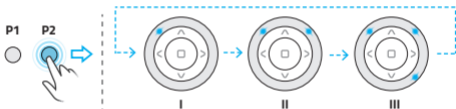

Abb. 10
2. Drücken Sie die P2-Funktionstaste auf der Rückseite des Reglers - **Abb. 10**.